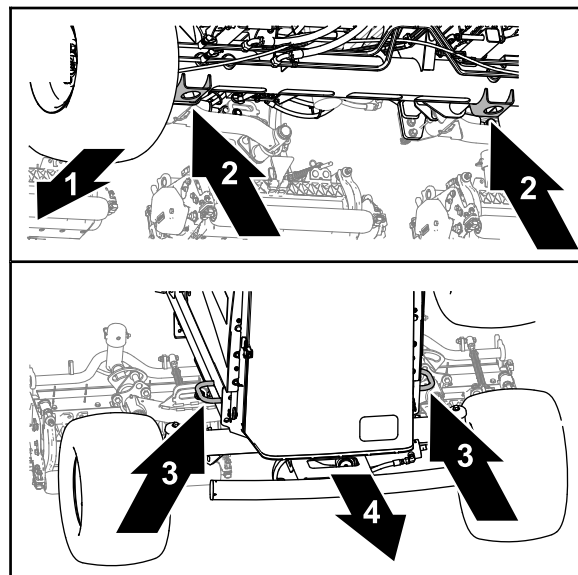

図 57
- 前前アクスルチューブのジャッキブラケットの穴 図 57。